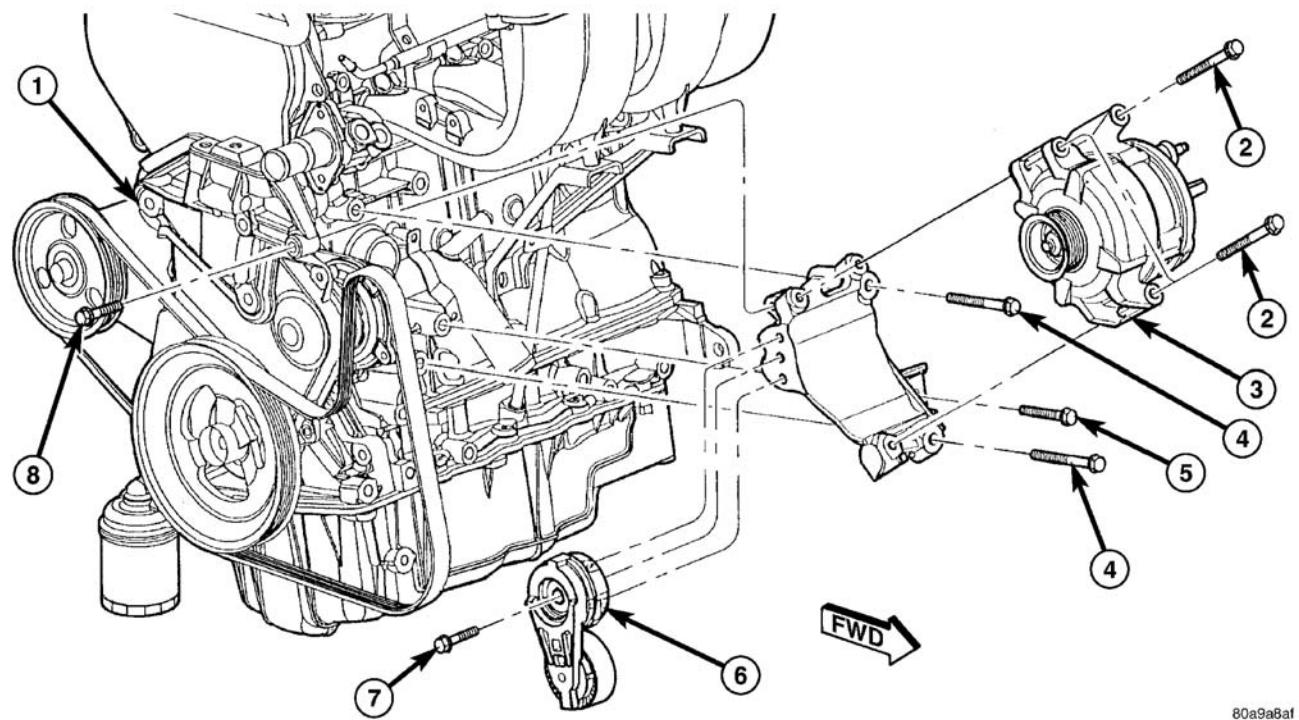

图 24 发电机托架
- (2) 用举升器举起车辆。
- (3) 卸下右侧内防溅罩。
- (4) 卸下附件驱动皮带。（参见 7—冷却系统/附件驱动/驱动皮带—拆卸）
- (5) 排放冷却系统。（参见 7—冷却系统—标准程序）
- (6) 在发动机底部支撑住，拆卸发动机右安装支座。（参见 9—发动机/发动机装配/右安装支座—拆卸）
(7) 卸下发动机右侧固定支架。
(8) 卸下正时皮带。（参见 9—发动机/气门正时/正时皮带和链轮—拆卸）
(9) 拆卸正时皮带惰轮。
(10) 用专用工具 C-4687 和接头 C-4687-1 支住凸轮轴链轮，卸下螺栓。卸下两个凸轮轴链轮。
(11) 卸下正时皮带后盖（参见 9—发动机/气门正时/正时皮带盖—拆卸）。
(12) 卸发电机及其托架（图 24）。
- （8）安装发电机安装托架（图 24）。